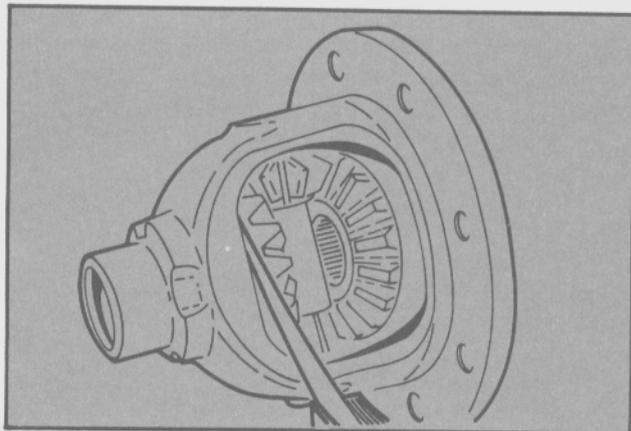

Fig. 25. - Medición de la luz entre la carcasa y la superficie rectificada de los planetarios.
- Medir la luz del lado de los planetarios, individualmente con un juego de sondas planas (Fig. 25). Si la luz es mayor que el valor máximo especificado, ésta debe ser reducida por colocación de nuevas arandelas espesoras (ver sección Especificaciones). Si la luz es correcta, no es necesario desarmar el conjunto diferencial pues los planetarios se encuentran en buen estado.